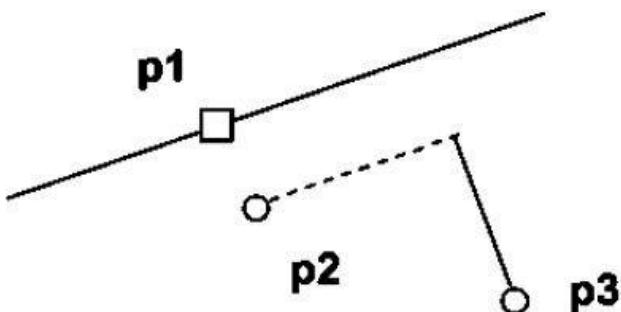

Рисунок 1.10 - Построение отрезка, перпендикулярного заданной прямой
2) Перпендикулярный отрезок: а) указать графическим курсором прямую (точка p_1), которой должна быть перпендикулярна другая прямая; б) указать графическим курсором последовательно две точки p_2 и p_3 (рис. 1.10).